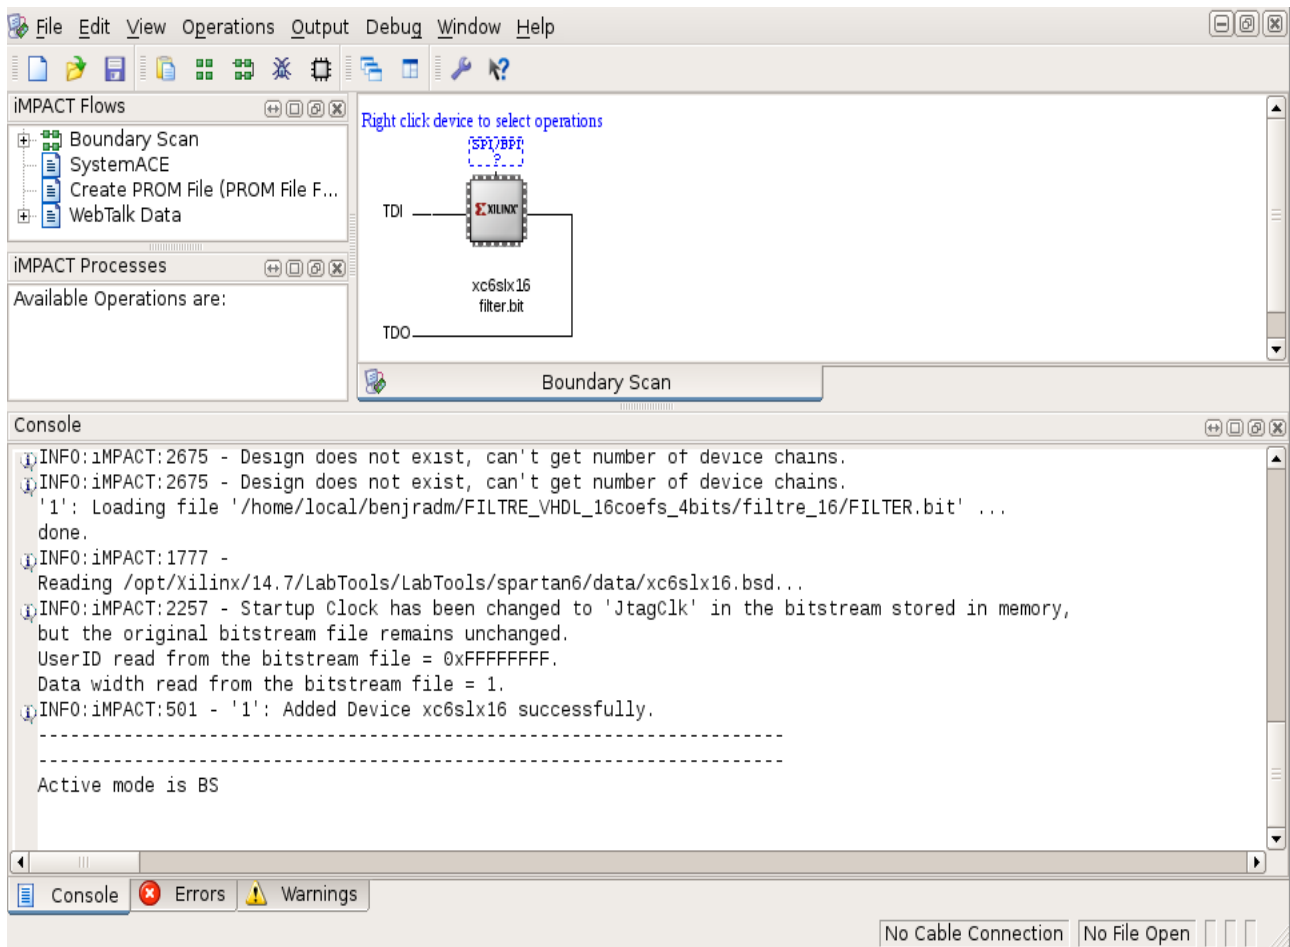

Fig 7: La fenêtre de l'outil iMPACT
- Dans l'onglet « Boundary Scan » de la fenêtre d'iMPACT (cf. Fig 7), faire un clic droit sur l'icône du FPGA xc3s200, puis sélectionner « Program »